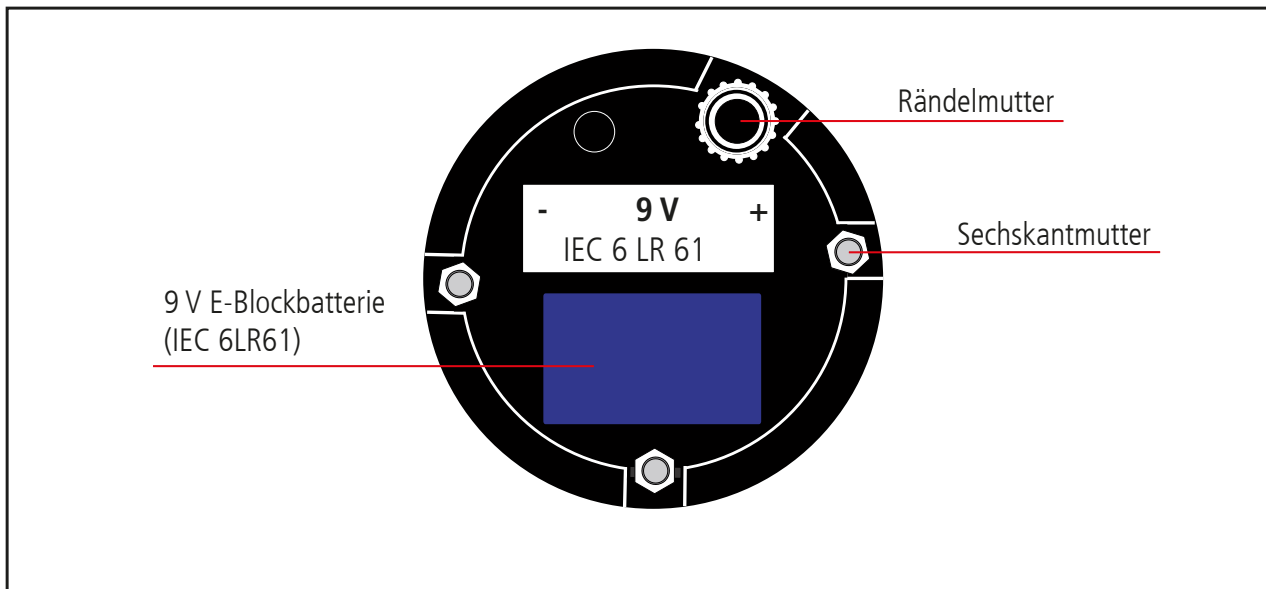

Fig. 9.5 Unterseite Elektronikteil
- 9.4 Vor dem Zusammenbau des Anzeigerates müssen die mit dem Elektronikteil verschraubten Sechskantmutter sowie die Rändelmutter auf festen Sitz hin überprüft werden. Bei losen oder fehlenden Mutter (Sechskantmutter oder Rändelmutter) ist der Spannungsprüfer (das Anzeigerat) der weiteren Anwendung zu entziehen und zur Reparatur an DEHN zu senden (siehe Fig. 9.5)!